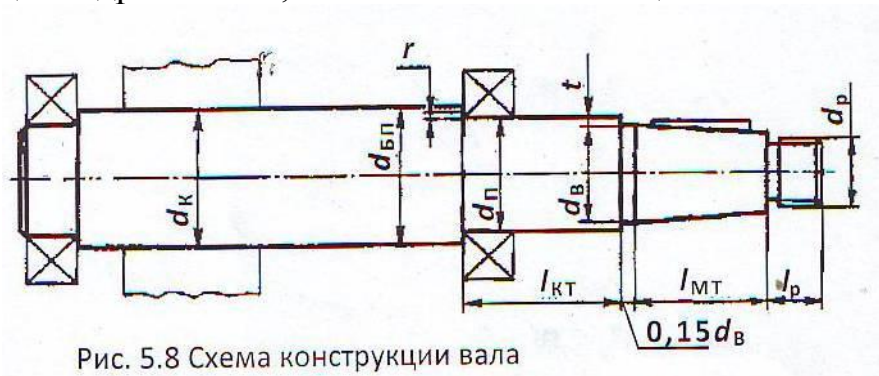
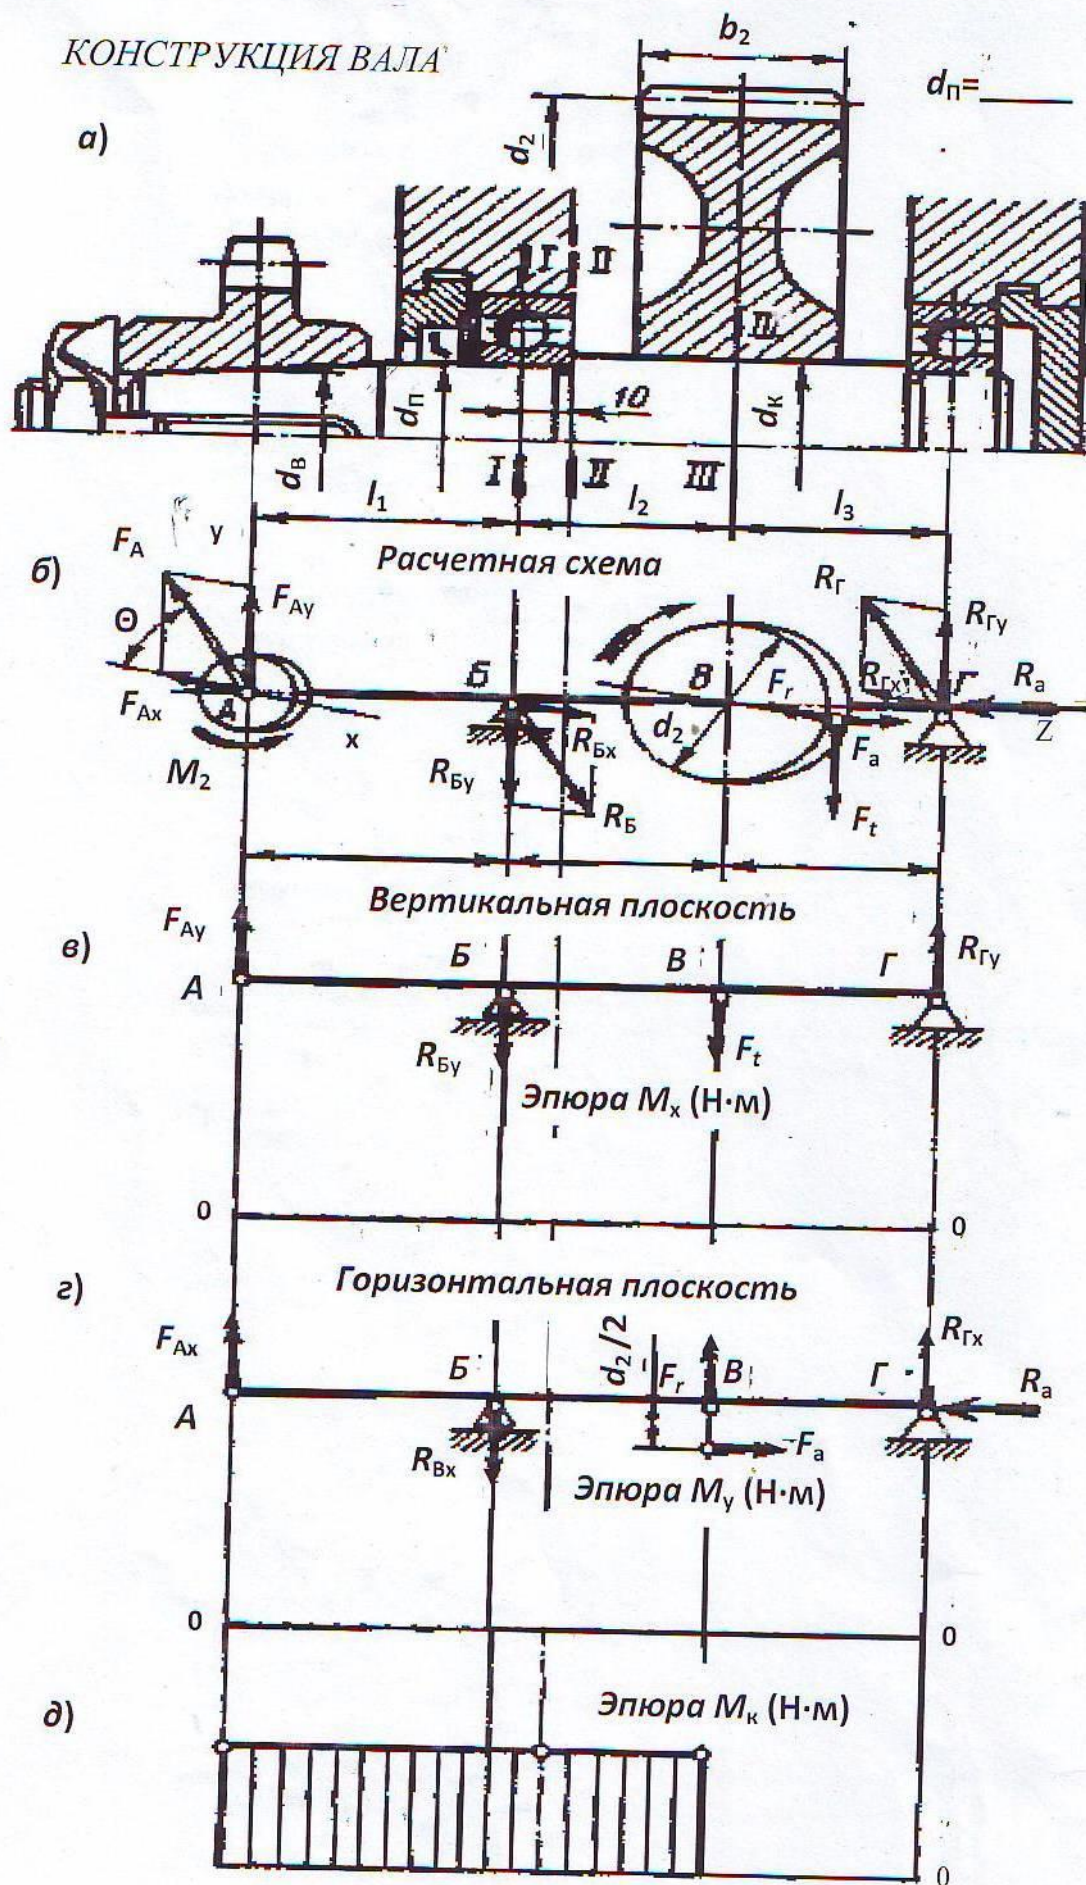

Рис. 5.8 Схема конструкции вала
Рис. 5.9 Схема к расчету вала
1.8 Эскизная разработка конструкции вала и оценка его размеров по чертежам рис.5.8, рис.5.9а конструктивно назначением:  $l_1, l_2, l_3$ :
## 2. Проверочный расчет вала (см. рис. 5.9)
2.2 Силу  $F_a$ , с которой цепная передача действует на вал, раскладываем на составляющие в вертикальной и горизонтальной плоскостях (рис.5.9б)
2.3 Определяем изгибающие моменты в опасных сечениях1 вала и строим эпюру в вертикальной плоскости (см. рис.5.9в). Определяем реакции опор, Н:
2.4 Определяем изгибающие моменты в опасных сечениях вала и строим эпюру в горизонтальной плоскости (см.рис.5.9г.):
2.6 Определяем крутящие моменты, Н·м, в опасных сечениях (см. рис.5.9,д)